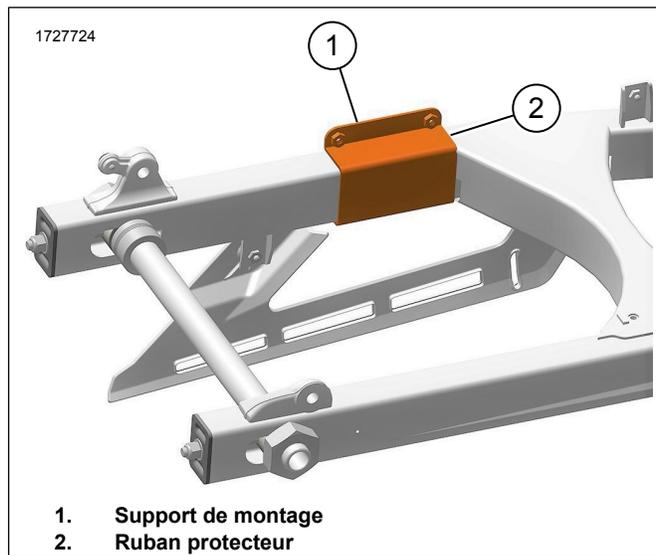

Figure 2. Supports de montage
- a. Voir la figure 2. Positionner le support de montage (1) à l'avant du bras oscillant.
- c. Retirer le support de montage (1).